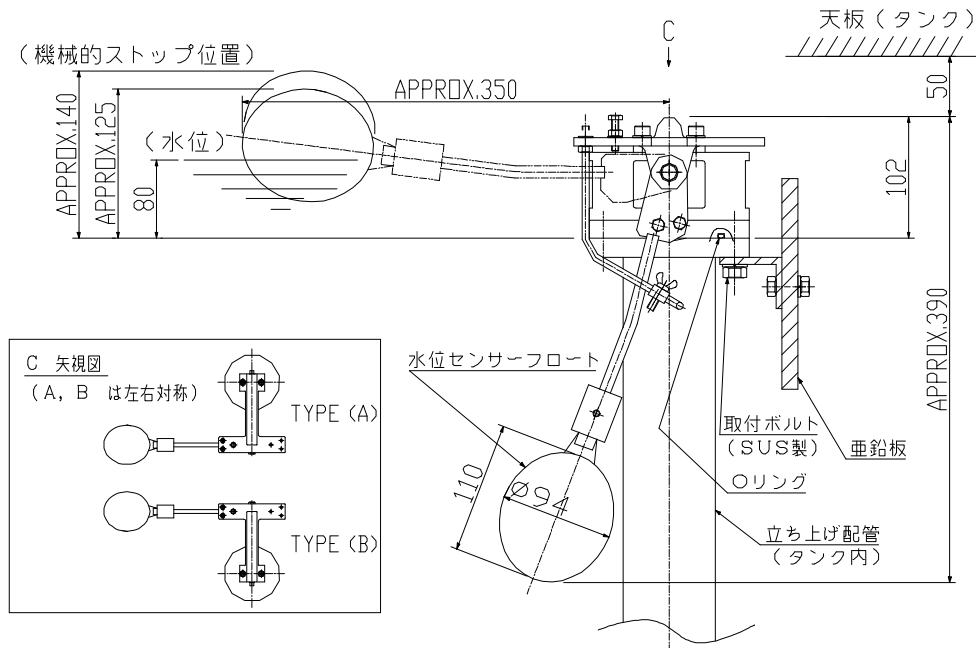

図3
- 1) 図3の寸法を考慮の上、水タンクの内部の立ち上げ配管の位置及び高さを決めて下さい。